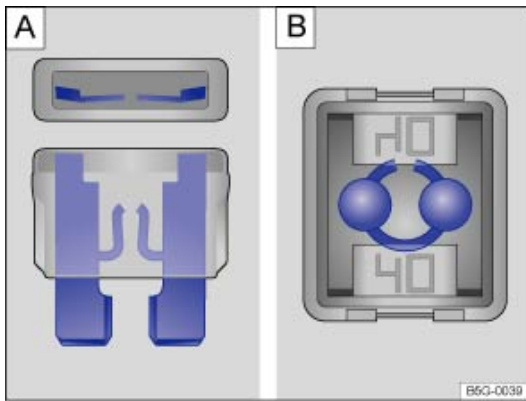

Fig. 174 Fusible grillé : , fusible enfichable plat, fusible-bloc
- Un *fusible enfichable plat* (ATO®, MINI®) grillé est reconnaissable à la bande de métal fondu visible par le haut et le côté du boîtier transparent ⇒ Fig. 174 **A**.
- Lorsqu'un *fusible-bloc* (JCASE®) est grillé, la bande de métal fondu est visible par le haut à travers le boîtier transparent ⇒ Fig. 174 **B**.